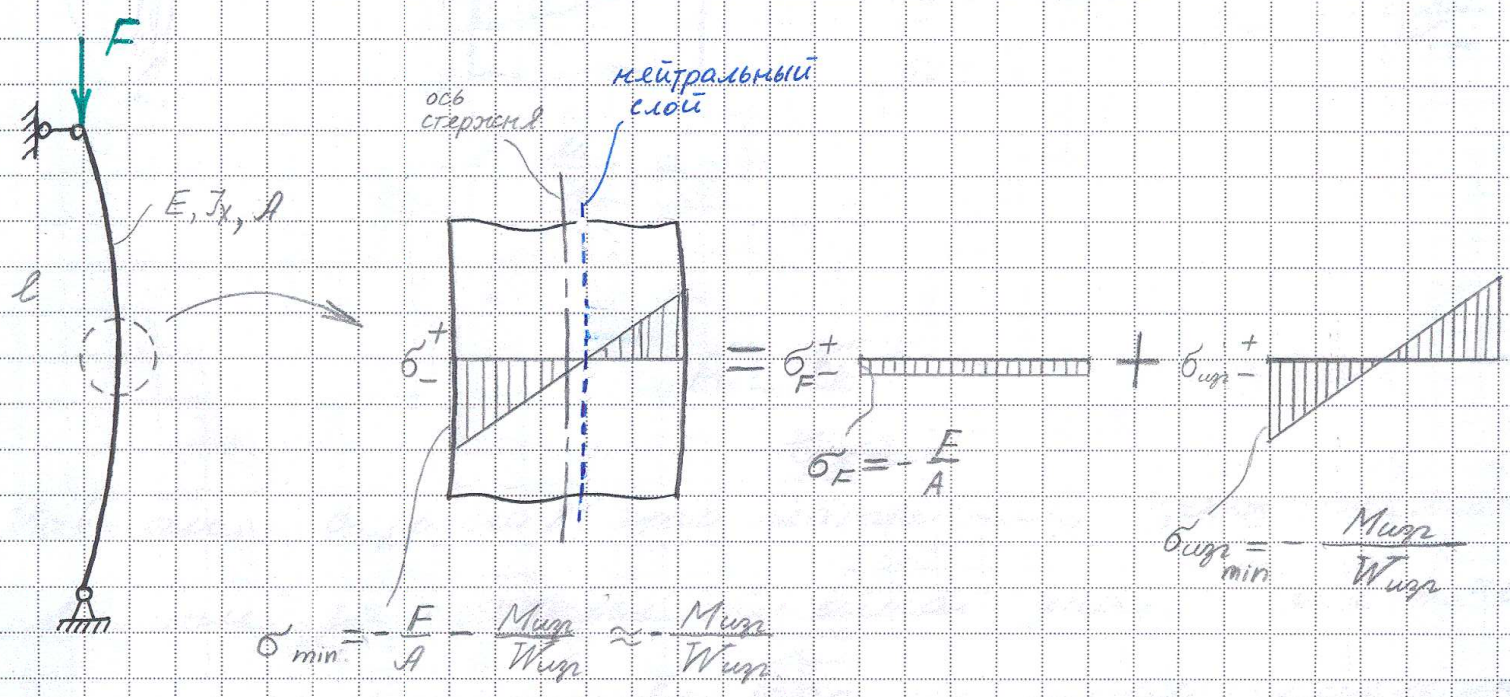

Рис. XI.7
- б) линейно упругими (рис. XI.7, участок G-A).
Стержни с большой гибкостью (рис. XI.7) остаются линейно упругими и после потери устойчивости и рассчитываются по формуле Эйлера: